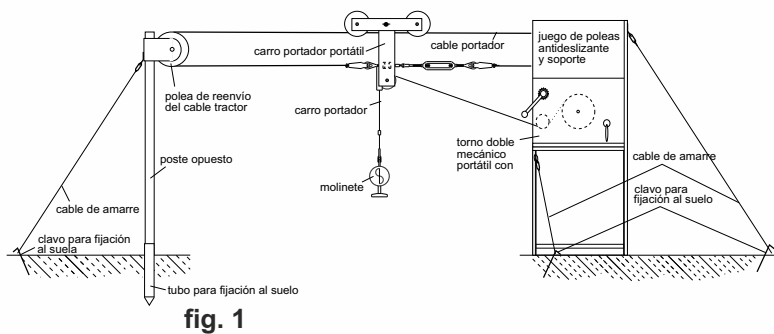

fig. 1
- **Modelo SKA-T:** instalación de cable portátil en su totalidad; puede ser montada y desmontada de manera fácil y rápida en el punto de observación. (fig. 1)